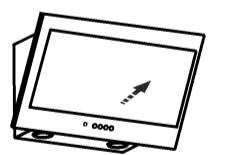

рис. 4
6.1.1 Перед установкой вытяжки снимите алюминиевый фильтр (рис. 4).
- потяните за нижний край откидной панели, как показано на рис.4 и откройте ее;
8.3 Для очистки алюминиевого фильтра извлеките его из вытяжки (рис.4). Произведите очистку фильтра с помощью щетки горячим водным раствором нейтрального моющего средства вручную или в посудомоечной машине (при 60°C). Сильно загрязненный фильтр не следует мыть в посудомоечной машине вместе с посудой. Страйтесь не сгибать фильтр при мойке. Возможное изменение цвета фильтра с течением времени, не приводит к снижению эффективности его действия.